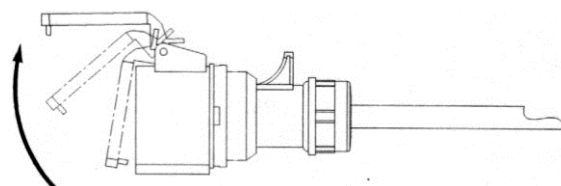

Figure 2
- Lorsque vous branchez le connecteur d'alimentation à l'appareil, ouvrez le couvercle avec la pointe de la flèche dirigée dans la bonne direction (figure 2).